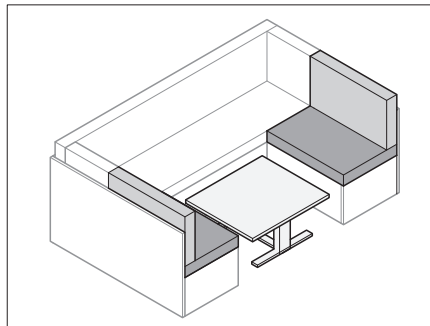

Bild 66 Bygga om bordet
- Bygg om bordet (Bild 66) till sängbotten (se avsnitt 7.7).